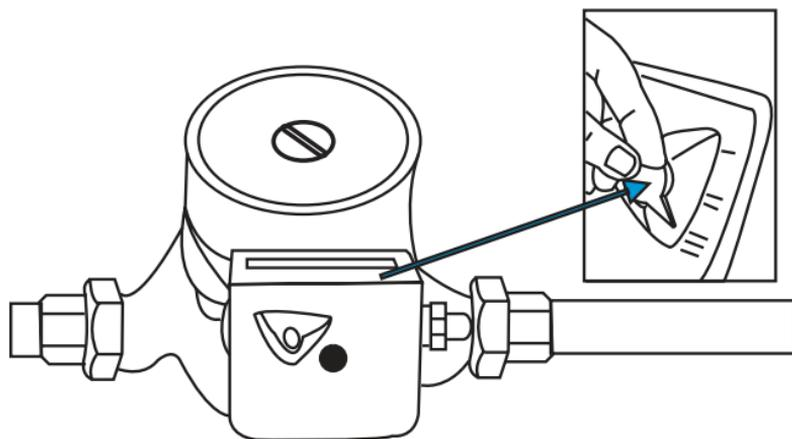

Рисунок 5
6.2 Настройка скоростей III, II, I (рисунок 5)